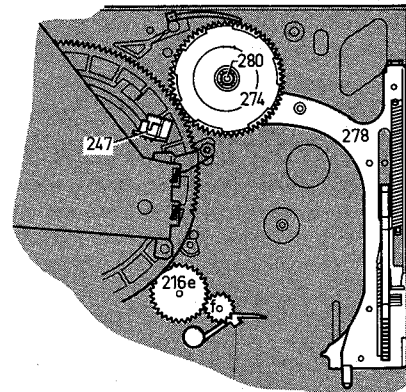

Fig. 3-1-19
- Achtung:** Überprüfen, ob die Scheibe (Pos. 280) (Abb. 3-1-19) geschlitzt ist. Wenn nicht, ist sie zu schlitzern, andernfalls kann sich sonst die Achse im Chassis lockern.
- Fädelring im Uhrzeigersinn bis zum Anschlag verdrehen Abb. 3-1-19.